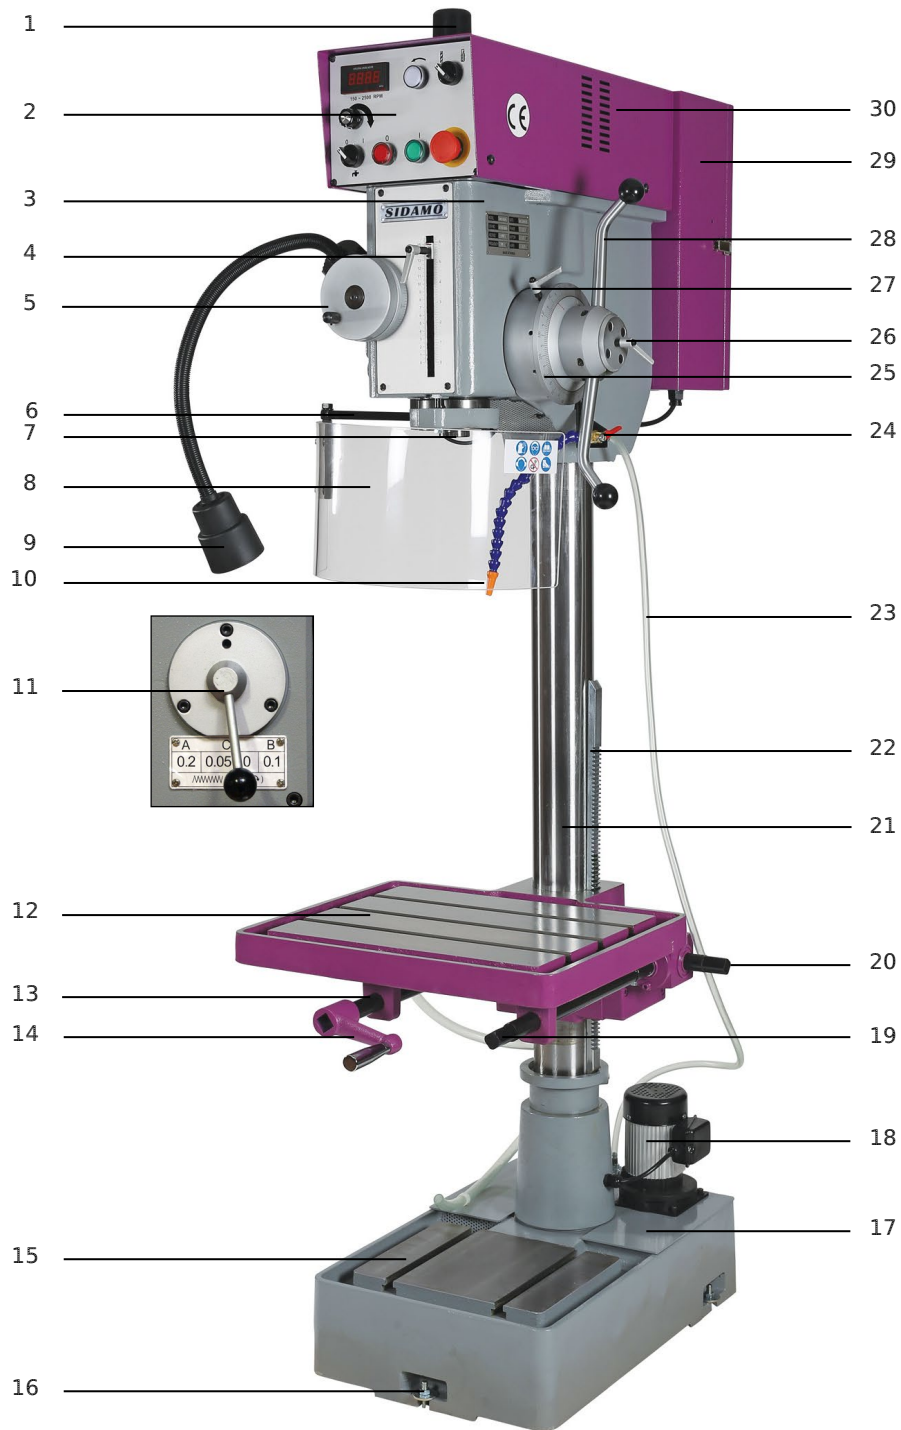

Figure 1
Prévoir des trous de fixation en correspondance des points de fixation scellement base (16 fig.1) et procéder à la fixation.
- Les bras et les poignées de descente de broche (28 fig.1).
- La manivelle pour la « montée/descente » de table (19/20 fig.1) ou pour l'axe de blocage de table (13 fig.1).
- Le flexible + le robinet de liquide de coupe (24 fig.1).